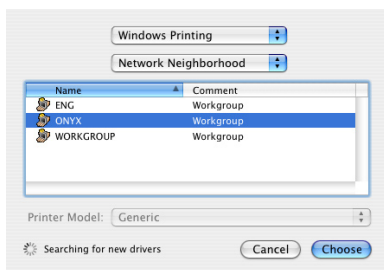

Рис. 4. Печать Windows
5. Выберите **домен** или **рабочую группу**, куда входит компьютер с RIP (см. рис. 4).